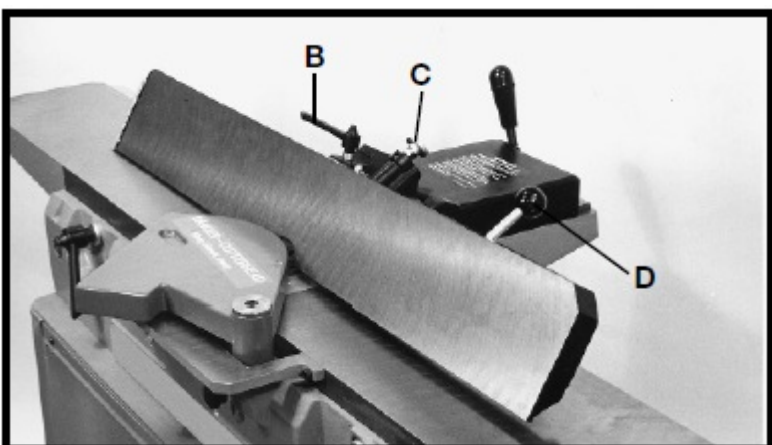
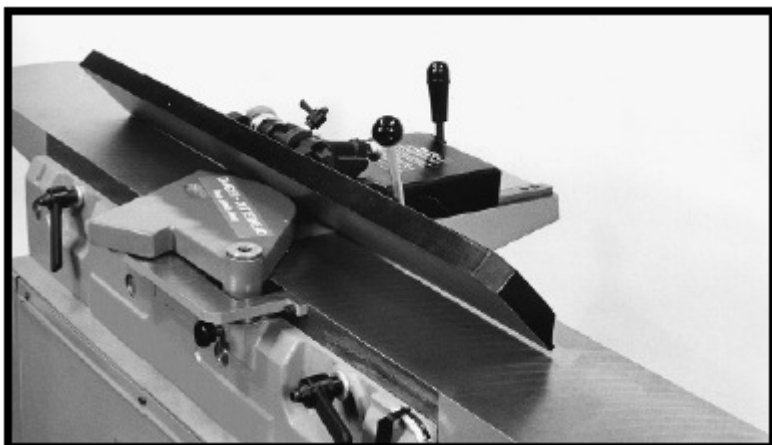

Рис. 31
Рис. 32
Для наклона параллельного упора вправо или влево ослабить рукоятку (B), рис. 31, вытянуть плунжер (C) и рычагом (D) наклона параллельного упора установить параллельный упор под требуемым углом, затем надёжно затянуть рукоятку (B). **ПРИМЕЧАНИЕ:** рукоятка (B), рис. 31, пружиненная, и её можно переставлять, вытягивая рукоятку и переставляя её по зубчатой гайке, расположенной под рукояткой. **ВАЖНО:** при обработке скосов рекомендуется по возможности наклонять параллельный упор к столу, как показано на рис. 32. При этом параллельный упор будет образовывать V-образную форму со столом, а заготовка будет легко прижиматься к карману при прохождении её по ножам.